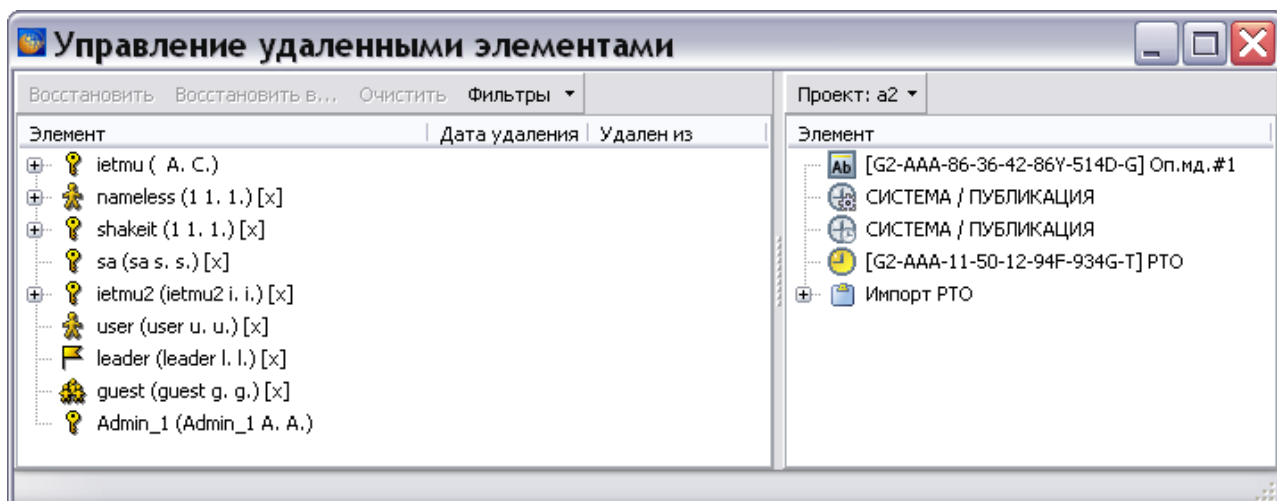

Рисунок 95
- 4) Нажмите на кнопку **Выбрать**. После этого откроется диалоговое окно **Управление удаленными элементами** (рисунок 95).